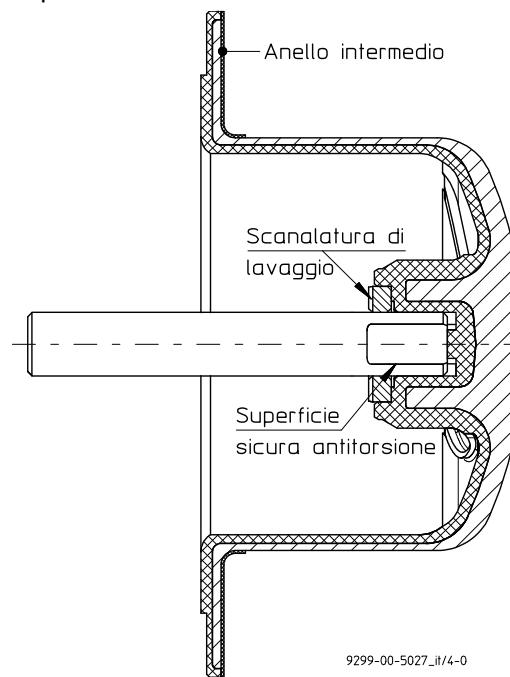

Figura 8
- Infilare l'anello reggisplinta **510/3** sull'albero **222**, prestando attenzione che le scanalature di lavaggio siano rivolte verso il corpo della pompa (vedi **figura 8**).